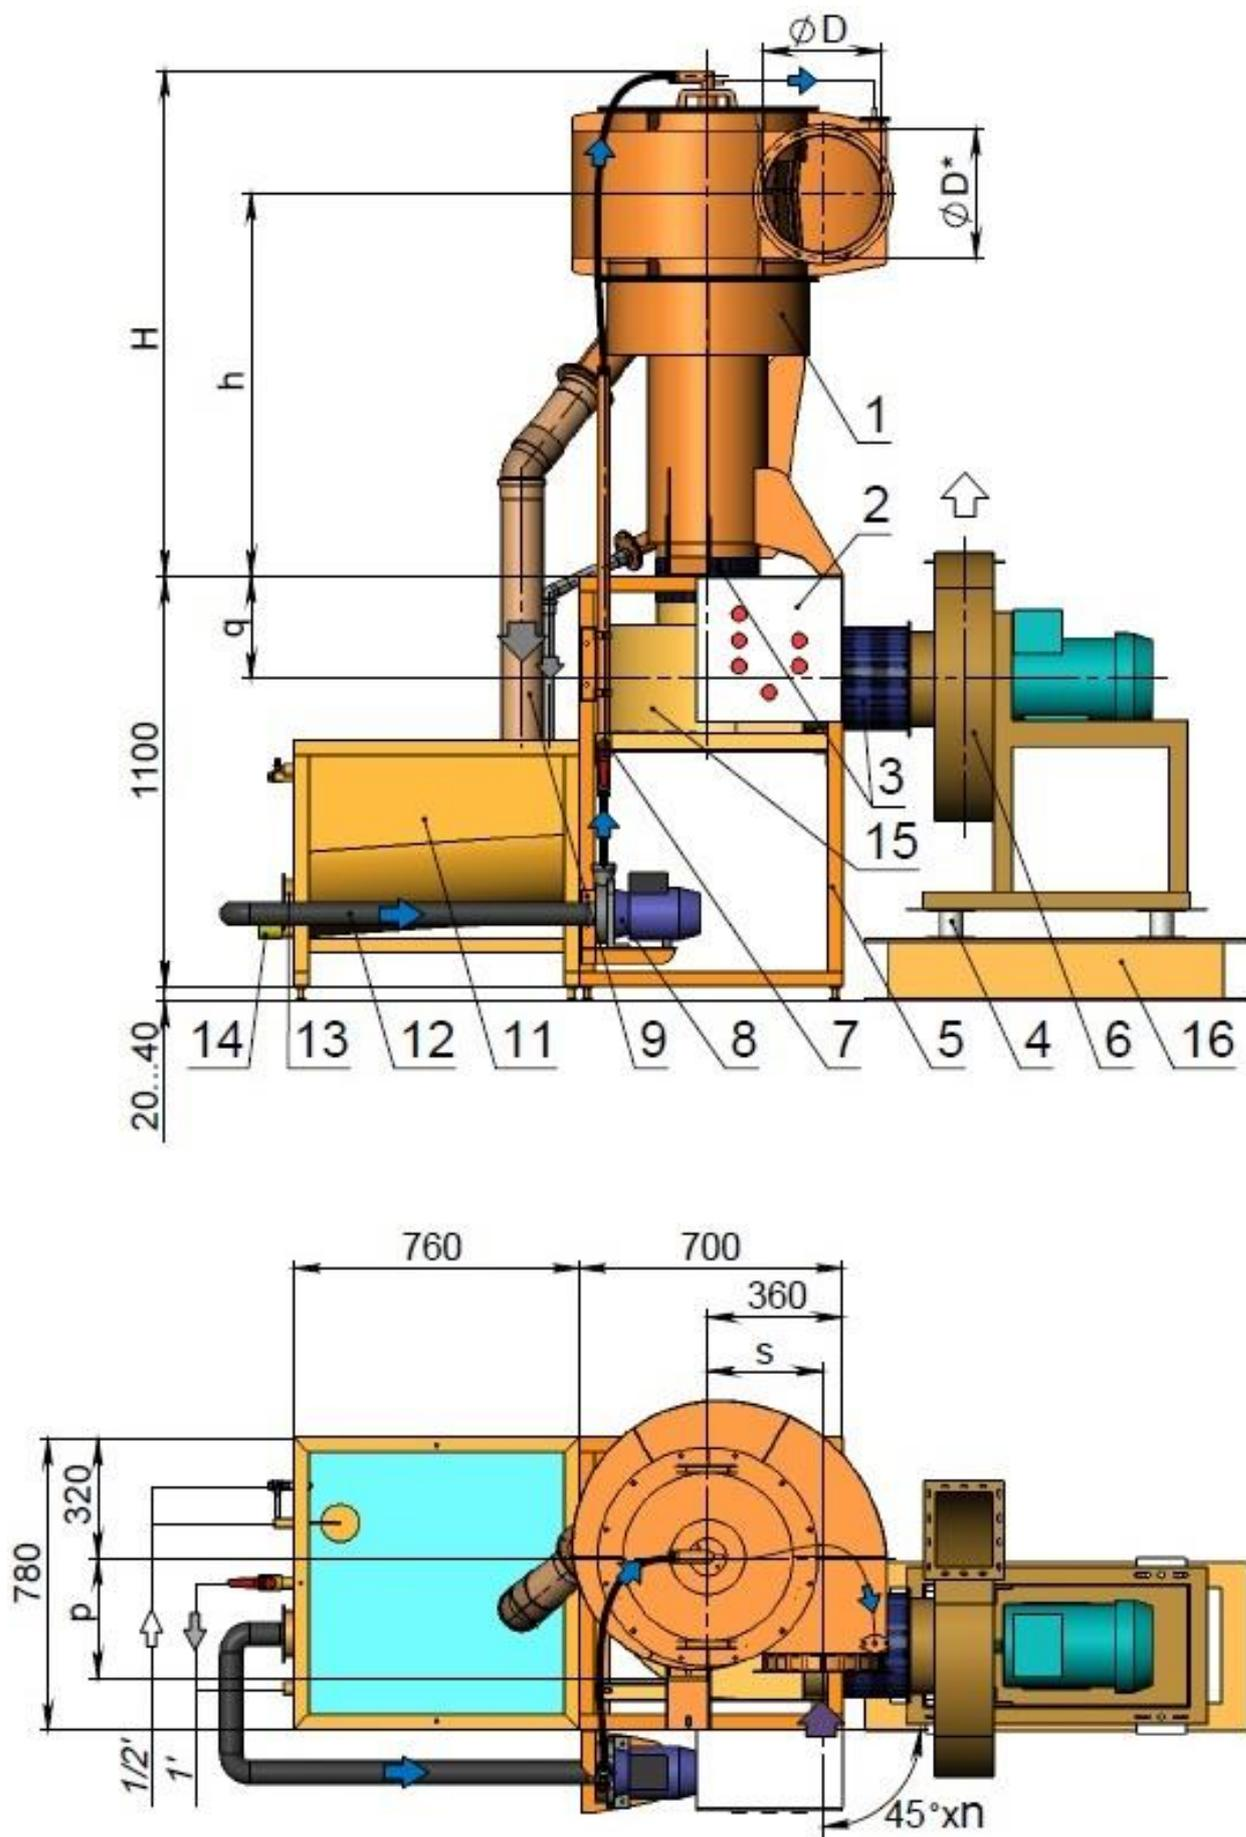

Рис. 3. Скруббер (мокрый пылеуловитель) "Вортэкс-3000...10000" с внешним вентилятором.
В исполнении с внешним вентилятором (рис. 3) установка включает в себя также раскручивающую улитку **15** и раму внешнего вентилятора **16**. Диффузор-шумоглушитель при этом не поставляется, ввиду различий конструкций внешних вентиляторов, и его рекомендуется подбирать самостоятельно под размеры газохода.
Очищенный от примесей и освобожденный от жидкости воздух из узла контакта (на рис. 3 через раскручивающую улитку **15**) поступает в вентилятор **6**, которым через диффузор-шумоглушитель **10** (при наличии) выводится из установки.
**В исполнении с выносным вентилятором (рис. 3):**
- 6.3 Для установки с внешним вентилятором (рис. 3) установить раму **16** с вентилятором **6** рядом с рамой **5** так, чтобы вход в вентилятор был расположен напротив выхода раскручивающей улитки **15** на расстоянии примерно 10 мм, соединить их прилагаемой гибкой вставкой, закрепив ее хомутами. Обеспечить прилегание всех регулировочных болтов рамы **16** к поверхности пола и вертикальное расположение вентилятора.